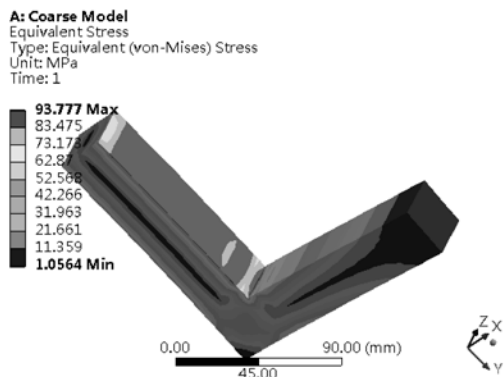

图 21-9 等效应力云图
7) 在 Outline 树结构图中的“Equivalent Stress”上右击, 在弹出的快捷菜单中选择“Evaluate All Results”, 此时进行求解, 求解后得到的等效应力云图如图 21-9 所示。